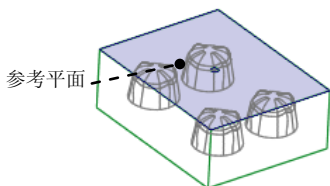
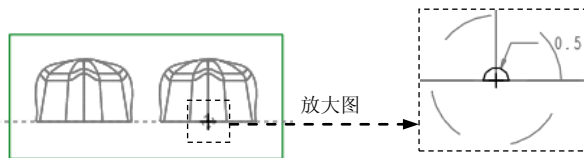
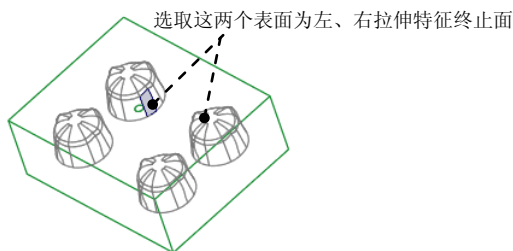

图 28.19 定义草绘平面
图 28.20 截面草图
图 28.21 选取拉伸特征的终止面
Step2. 创建拉伸特征。右击，从快捷菜单中选择 **定义内部草绘...** 命令。草绘平面为 ADTM4，草绘平面的参考平面为图 28.19 所示的坯料表面，草绘平面的参考方位为 **上**。单击 **草绘** 按钮，至此系统进入截面草绘环境；绘制图 28.20 所示的截面草图。完成特征截面后，单击“草绘”操控板中的“确定”按钮 **✓**；在操控板中单击 **选项** 按钮，在系统弹出的界面中选取双侧的深度选项均为 **到选定项**，然后选取图 28.21 所示的参考零件的表面为左、右拉伸特征的终止面；单击操控板中的 **✓** 按钮，完成特征的创建。